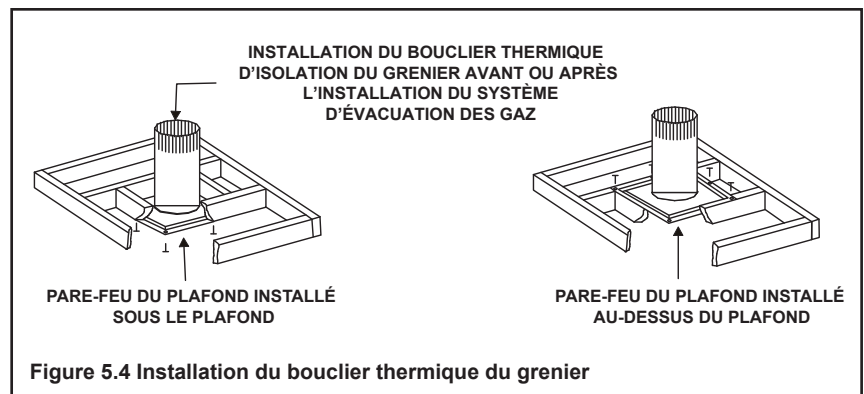

Figure 5.4 Installation du bouclier thermique du grenier
- Le pare-feu du plafond peut être installé sur ou sous les poutres soutenant le plafond, lorsqu'il est installé avec un bouclier thermique d'isolation du grenier. Il doit être sous les poutres de soutien entre les planchers non isolés. Voir la figure 5.4.